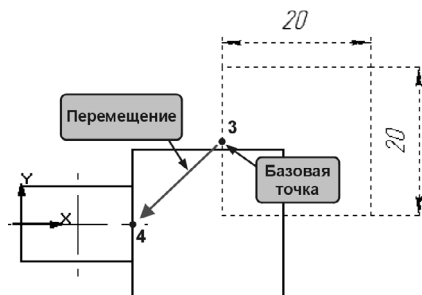

Рис. 32.7. Построение и сдвиг прямоугольника 20x20
- 2.1. Постройте на свободном месте прямоугольник размером 20x20 мм без осей симметрии (рис. 32.7). Выделите его.
- 2.2. Нажмите кнопку **Сдвиг**. Укажите исходное положения базовой точки сдвига (точка 3, рис. 32.7). Используйте привязку **Середина**. Укажите новое положение базовой точки сдвига на середине стороны прямоугольника ступени 1 (точка 4).